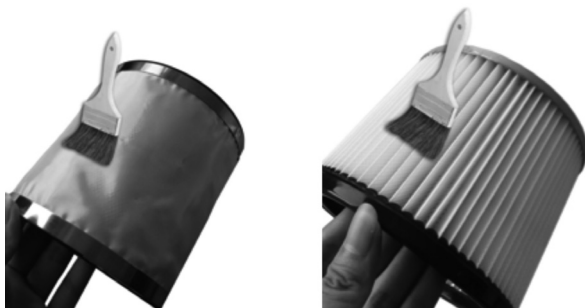

Fig. A4
7. Pulizia del coperchio della rete metallica e del filtro HEPA (Fig. A4)